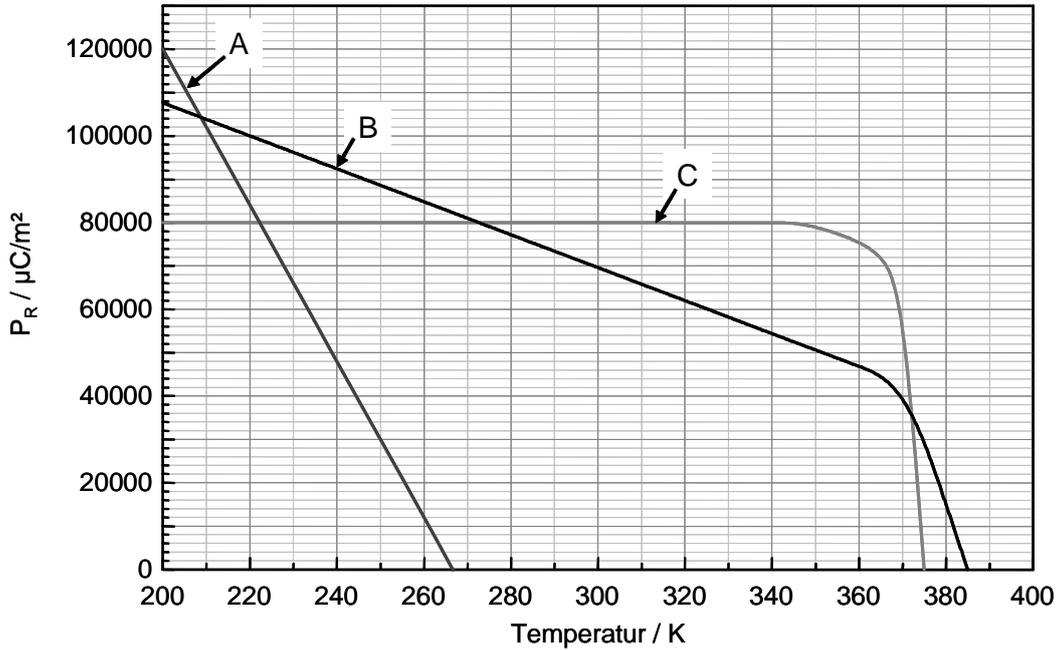

Bild 2: Kennlinien der remanenten Polarisation
In Bild 2 sind Kennlinien der remanenten Polarisation  $P_R$  über der Temperatur  $T$  von drei verschiedenen Materialien A, B und C gegeben.
b) Der Pyrodetektor wird bei einer Umgebungstemperatur von  $T_U = 25\text{ }^\circ\text{C}$  eingesetzt. Welcher der drei Werkstoffe aus Bild 2 ist für die Verwendung als Pyrodetektor geeignet? Geben Sie eine kurze Begründung für Ihre Wahl an und berechnen Sie den Pyrokoeffizienten  $\pi_p$ . (2 Punkte)